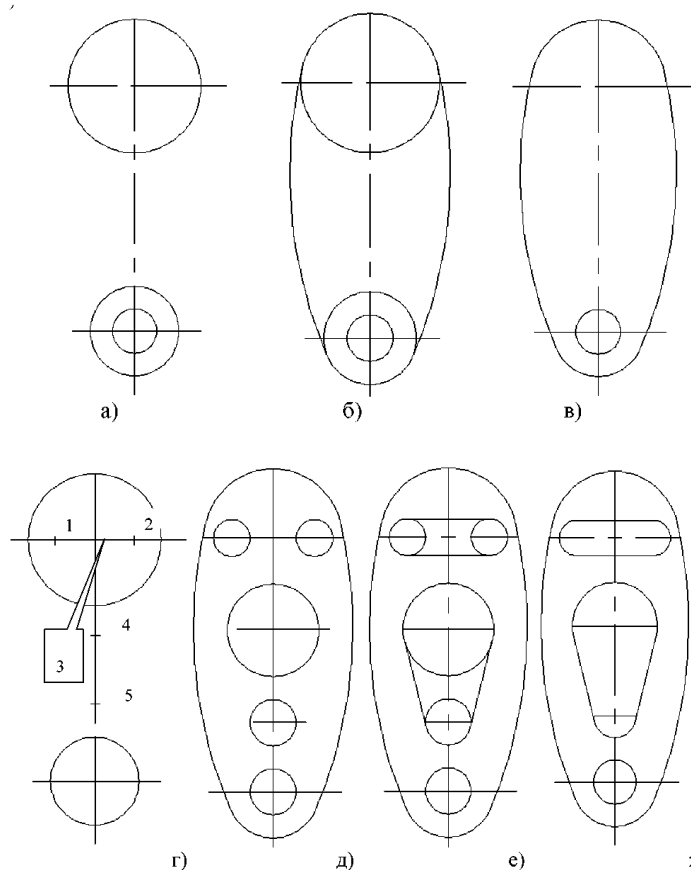

Рисунок 44 - Последовательность вычерчивания контура детали.
4. Построить окружности **R20** и **R10**. Результаты показаны на рис. 44а.
Обрежь удалить лишние дуги (рис. 44б).
6. Использовать команду **Обрежь** для удаления дуг исходных окружностей внутри контура (рис. 44в).
7. Установить **текущим Слой 1** и построить вспомогательные отрезки (рис. 44г).
8. Установить текущий слой 0, построить окружности с центрами в точках 1, 2, 4, 5 (рис. 44д).
9. Выполнить сопряжения (рис. 44е).
10. Командой **Обрежь** удалить ненужные дуги окружностей (рис. 44ж).